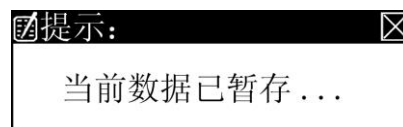

图 7.7
3) 在测试界面，将光标移到“暂存”按钮，按“确认”键则仪器将当前测试结果暂时存到内存以便查看。出现提示框如图 7.7 所示：